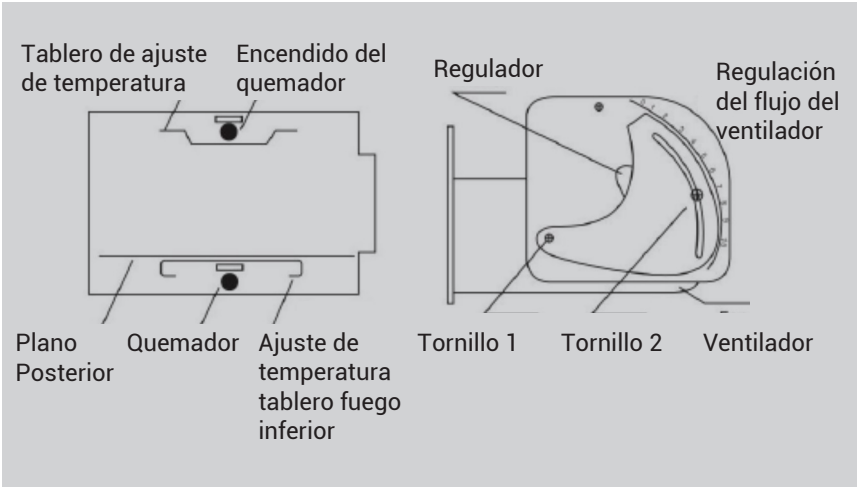

Figura 2
7.2 La llama del quemador del horno siempre debe tener un color azul. Esto indica una buena mezcla de gas y aire. Si la llama no tiene un color azul, ajuste la posición de la placa de ajuste de aire para controlar el volumen de aire entrante y asegurar el correcto funcionamiento del quemador. Afloje los tornillos 1 y 2 para ajustar la posición de la placa de ajuste de aire (ver figura 2).